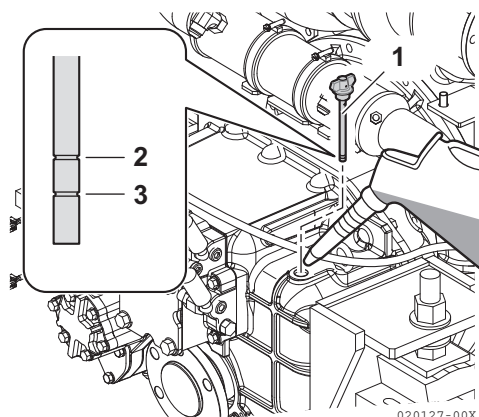

Abbildung 7
2. Füllstutzendeckel (**Abbildung 7, (1)**) an der Oberseite des Gehäuses entfernen.
3. Ölpeilstab entfernen (**Abbildung 7, (1)**) und mit einem sauberen Lappen abwischen.
Der Ölfüllstand sollte sich zwischen den oberen (**Abbildung 7, (2)**) und unteren (**Abbildung 7, (3)**) Markierungen des Pegelstabs befinden.
3. Öl bis zur oberen Markierung am Pegelstab (**Abbildung 7, (2)**) einfüllen.